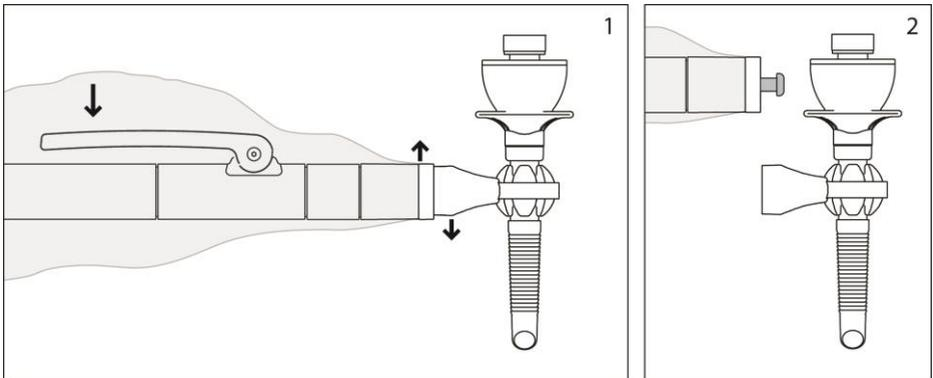

Abbildung 13
(S) Die Kamera festhalten und die Klemme mit dem daran gekoppelten Trokar lösen, indem man den Handgriff eindrückt, dabei gleichzeitig den Stift des Hüllenkopplungs-teils aus der Aussparung der Kugelklemme nehmen (siehe Abbildung 13).